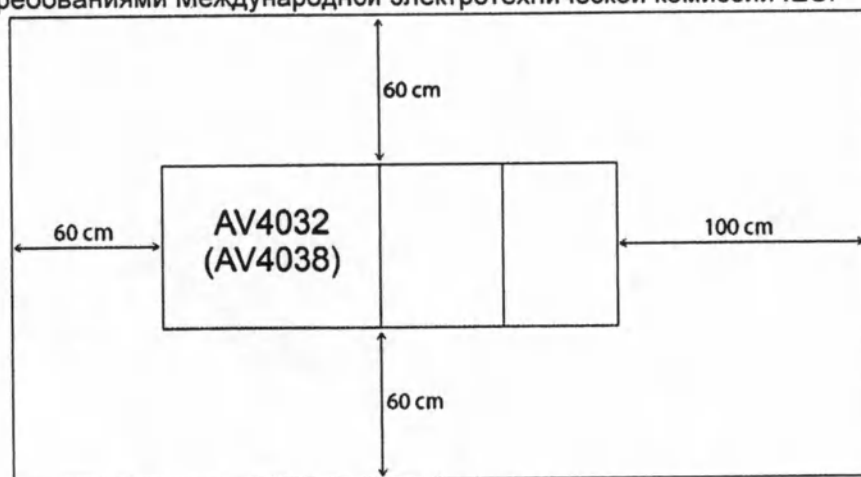

Рис. 1
- иметь достаточное пространство для кресла (рис. 1);